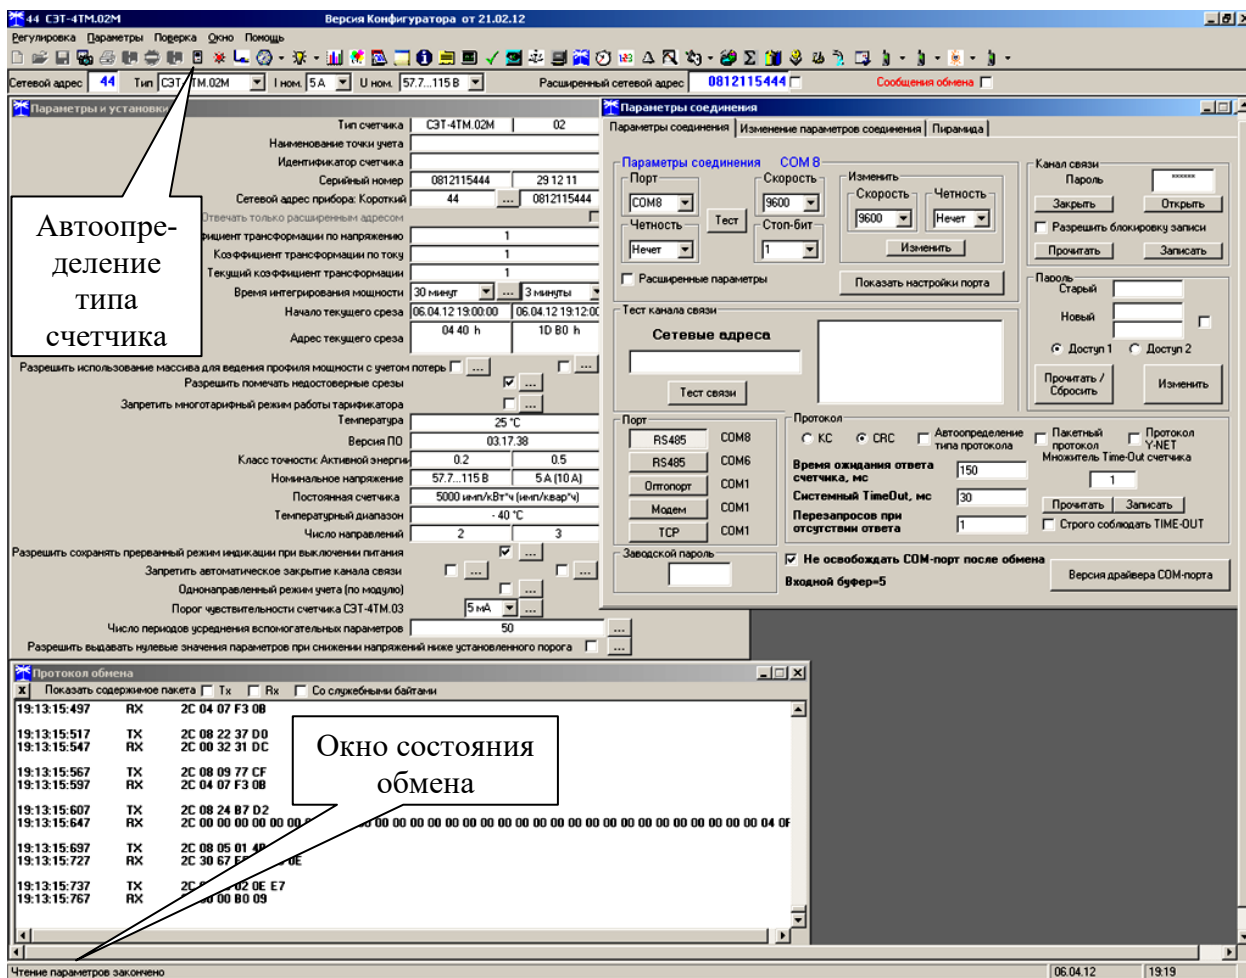

Рисунок 4 - Генеральная форма программы «Конфигуратор СЭТ-4ТМ»
5.2.7.2 Вызов формы производится или из меню «Параметры» или путем нажатия кнопки «Автоопределение типа счетчика», расположенной на панели инструментов генеральной формы (рисунок 4). При этом определяется тип счетчика, заполняются информационные окна «Тип счетчика», «Ином», «Уном» генеральной формы и вызывается форма «Параметры и установки», вид которой приведен на рисунке 6.